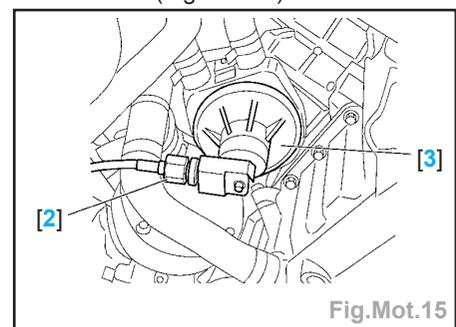

Fig.Mot.15
- Monter, à la place du filtre à huile, le raccord [3] et son flexible [2] ainsi que le manomètre (Fig.Mot.15).